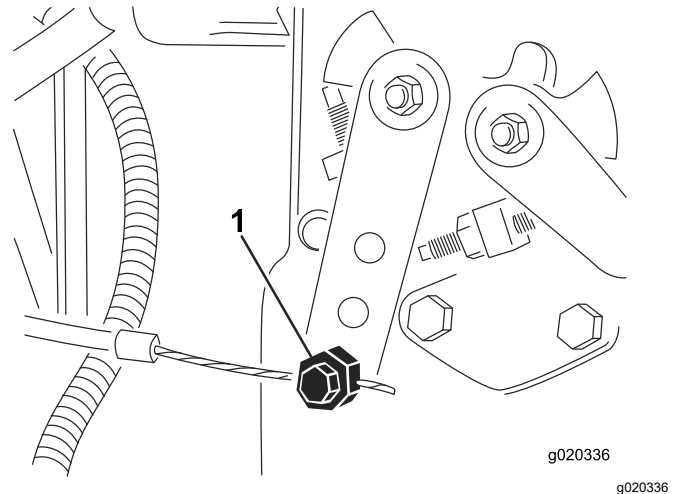

Figura 75
3. Desaperte o dispositivo de ligação do cabo do acelerador na alavanca da bomba de injeção (Figura 75).